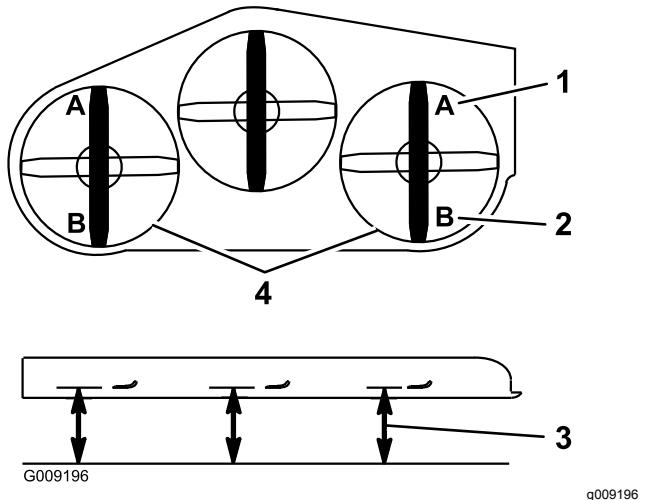

Bild 107
vorderen Messerspitze (Stellung A), wie in Bild 107 abgebildet.
15. Messen Sie an beiden Seiten des Mähwerks den Abstand von der ebenen Fläche bis zur hinteren Messerspitze (Stellung B), wie in Bild 107 abgebildet.